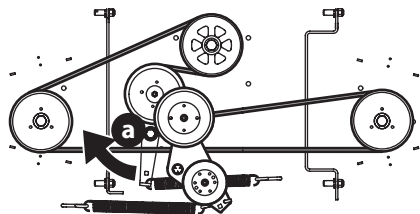

Fig. 54
- A l'aide d'un tournevis de 1/2 po, insérez l'extrémité dans l'ouverture carrée de 1/2 po de l'ensemble de pignon du plateau de coupe (a) et faites tourner l'ensemble de pignon du plateau de coupe (a) dans le sens horaire (Fig. 54). Tout en maintenant l'ensemble du galet tendeur (a), détachez la courroie du plateau de coupe de la poulie et faites-la glisser pour l'écarter de la poulie.
- Acheminez la nouvelle courroie (Fig. 54). Réinstallez ensuite le plateau de coupe et la courroie de PDF.